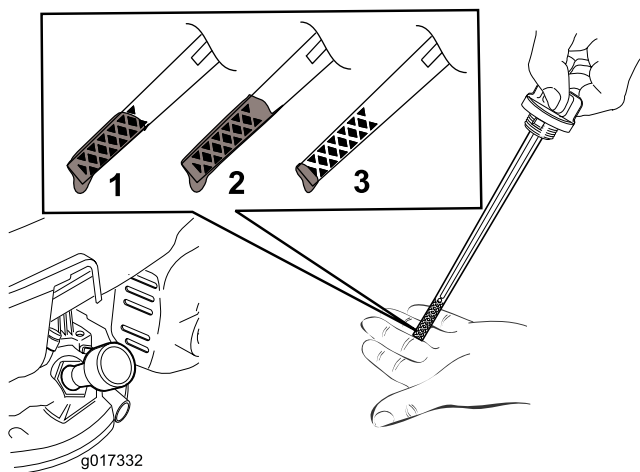

图11
5. 要确定量油尺上的机油油位是否合适，请参阅图11）。
注意： 向发动机曲轴箱添加机油，直到量油尺显示机油油位达到图11中所示的正确位置。如果发动机加注机油过多，则需要按照“更换机油”一节的说明，放掉多余机油。